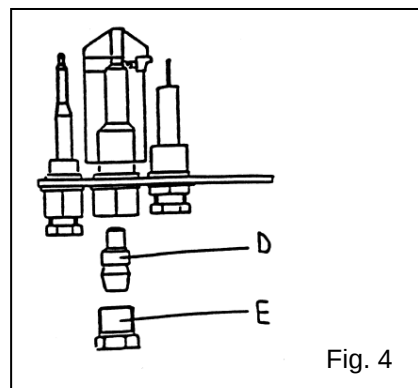

Fig. 4
5.1.1 Remplacement de l'injecteur de la veilleuse (Fig. 4)